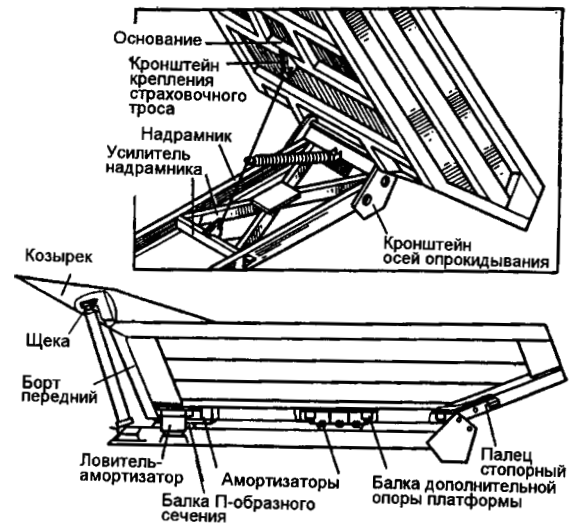

Рис. 262. Платформа автомобиля-самосвала
**Платформа автомобиля-самосвала (рис. 262)** — цельнометаллическая, сварная с защитным козырьком, обогревается отработавшими газами для предотвращения примерзания груза, угол опрокидывания — 60°. Гидроцилиндр—телескопический одно-стороннего действия трех ступенчатый. Масляный насос шестеренного типа подачи 56 л/мин при частоте вращения вала насоса 1900 - 2000 мин-1. Привод насоса — от двигателя через коробку передач и коробку отбора мощности. Передаточное число привода двигатель-насос — 1,26. Клапан ограничения подъема ограничивает подъем платформы при достижении платформой максимального угла подъема. Электропневмоклапаны обеспечивают подвод воздуха от пневмосистемы автомобиля к пневмокамерам, установленным на коробке отбора мощности. Масляный бак — штампованный, сварной, имеет заливную горловину с фильтрующей сеткой, указатель уровня масла и сапун. На сливной магистрали в баке установлен сетчатый фильтр.